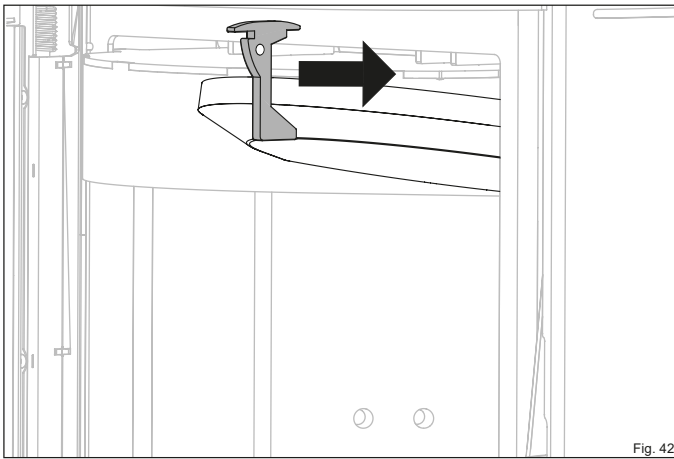

Fig. 42
- ▶ Faites glisser le support de la pierre thermique vers l'avant (Fig. 42).